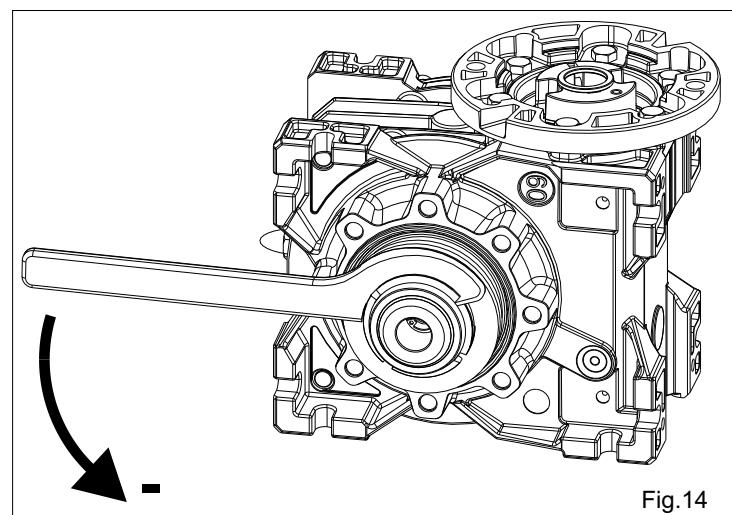

Fig.14
- Pour diminuer le couple, tourner la clé **en sens inverse des aiguilles d'une montre** (Fig.14).